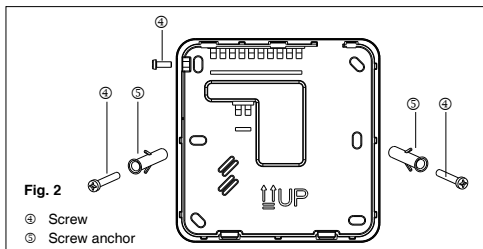
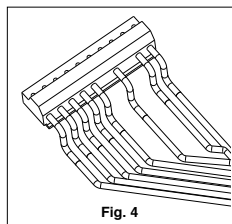

Fig. 2
Fig. 4
- Séparer la base du boîtier de commande en enlevant la vis de fermeture qui se trouve dans la partie supérieure gauche (Fig. 2). Placer la base contre le mur en marquant les points de perçage.
- Effectuer les connexions aux connecteurs du boîtier de commande (Fig. 4).
- Fixer la commande au mur à l'aide des chevilles d'ancrage ④ prévues à cet effet.
- Remettre en place le couvercle sur la commande à l'aide de la vis enlevée précédemment (Fig. 2).